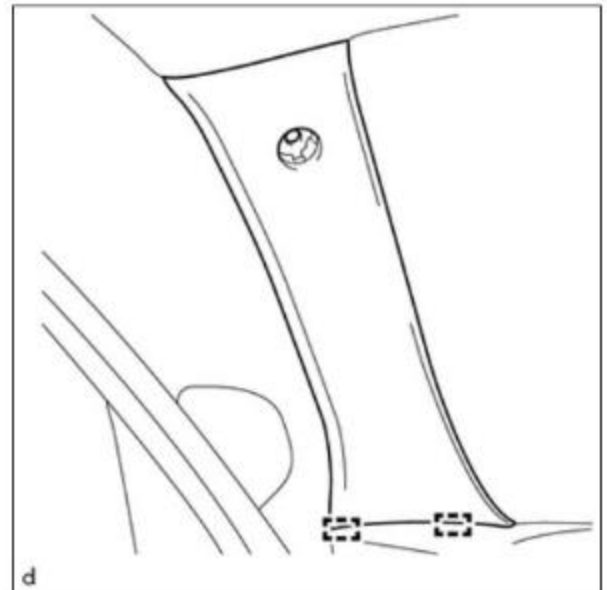

Figure 13
- (d) Detach the 2 guides to remove the front pillar garnish LH (Figure 13).